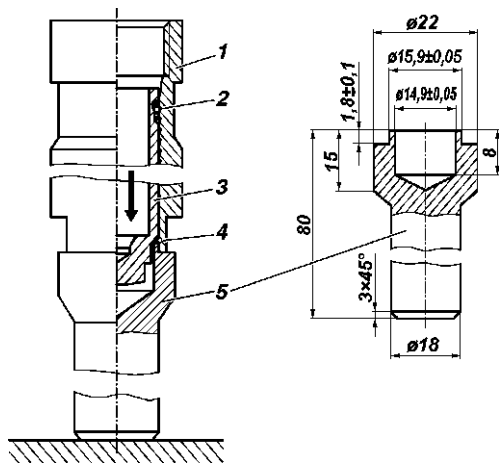

Рис. 4.46. Оправка для сборки гидронатяжителя:
- на закрепленную вертикально оправку 5 (рис. 4.46) установите корпус 1 гидронатяжителя;